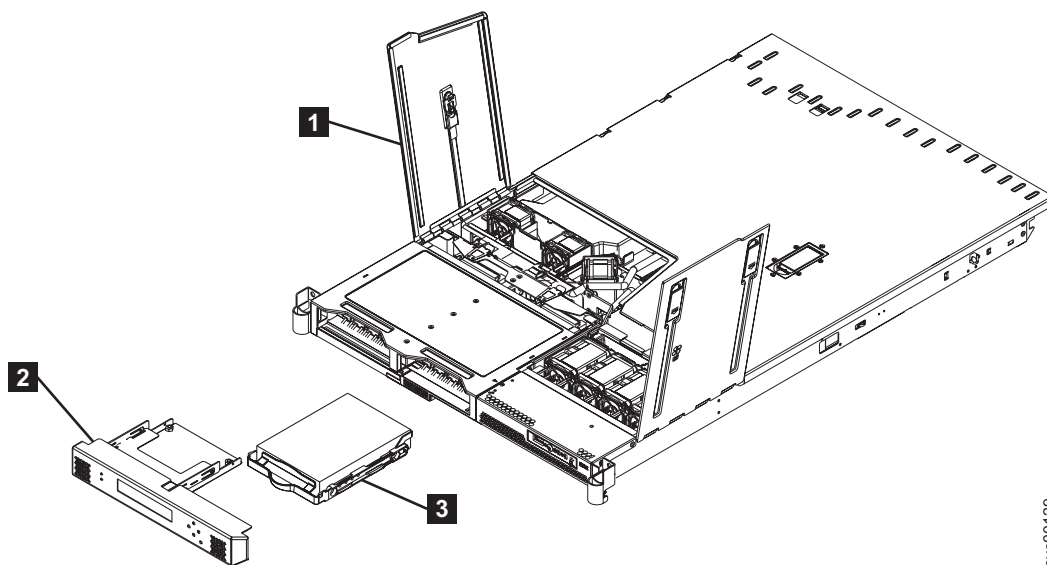

図 104. SATA ディスク・ドライブの取り外し
5. ファン・ドア A (図 104 の **1**) を開きます。